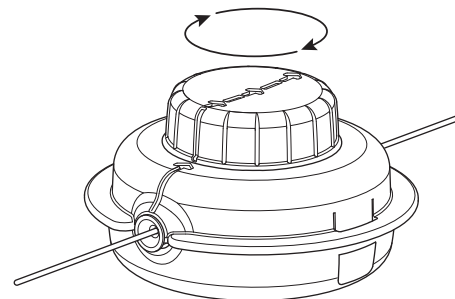

Fig. 17
5. Gire la perilla de impacto en el sentido de las agujas del reloj para enrollar el hilo hasta que sobresalgan aproximadamente 5 pulgadas (12.7 cm) por cada lado del cabezal de corte (Fig. 17). **NO** oprima la perilla de impacto mientras se enrolla el hilo. **NO** se deben alinear las flechas cuando se termine de enrollar el hilo.